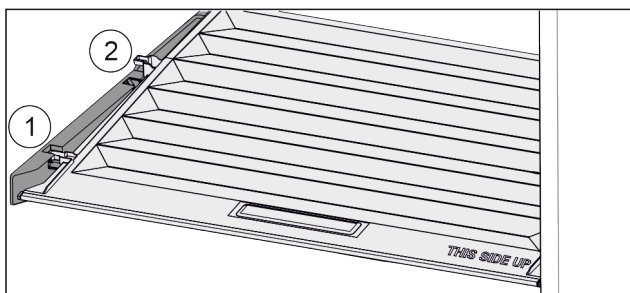

Fig. 85
- ▶ Tirer le couvercle vers l'avant jusque dans l'orifice des pièces de retenue Fig. 85 (1).
- ▶ Le soulever par le bas à l'arrière et le sortir par le haut Fig. 85 (2).